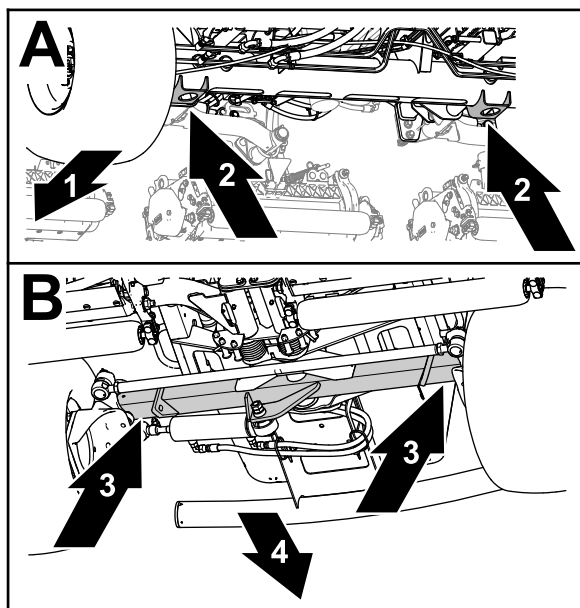

Figura 69
- Față - suporturile pentru cric ale tubului osiei față (Figura 69).